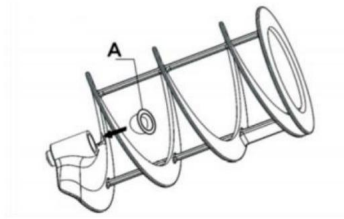

Abb.12
Setzen Sie die Dichtung (A) auf den Rührer, siehe Abb. 12.